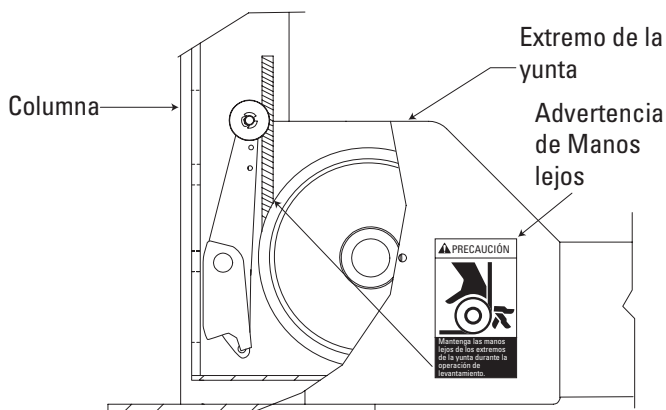

Fig. 3
**⚠ADVERTENCIA** Los carriles, rampas y yugos de conexión en cada extremo del elevador están diseñados para descansar sobre el suelo mientras están totalmente descendido. Observe las calcomanías de advertencia de puntos de pellizco, Fig. 3.
**⚠ADVERTENCIA** Mantenga las manos alejadas de los extremos del yugo mientras que el elevador está siendo ascendido o descendido, Fig. 3.